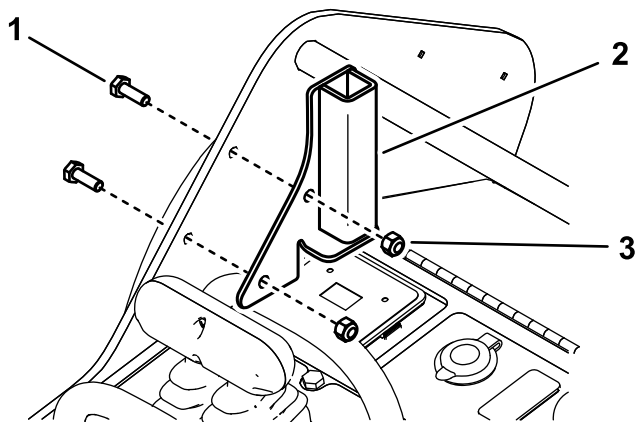

Figure 7
3. Fixez le support d'écran de protection gauche au cadre gauche à l'aide de 2 boulons ($\frac{1}{4}$ " x $\frac{3}{4}$ ") et 2 contre-écrous ($\frac{1}{4}$ "), comme montré à la Figure 7.
4. Fixez le support d'écran de protection droit au cadre droit à l'aide de 2 boulons ($\frac{1}{4}$ " x $\frac{3}{4}$ ") et 2 contre-écrous ($\frac{1}{4}$ "), comme montré à la Figure 7.